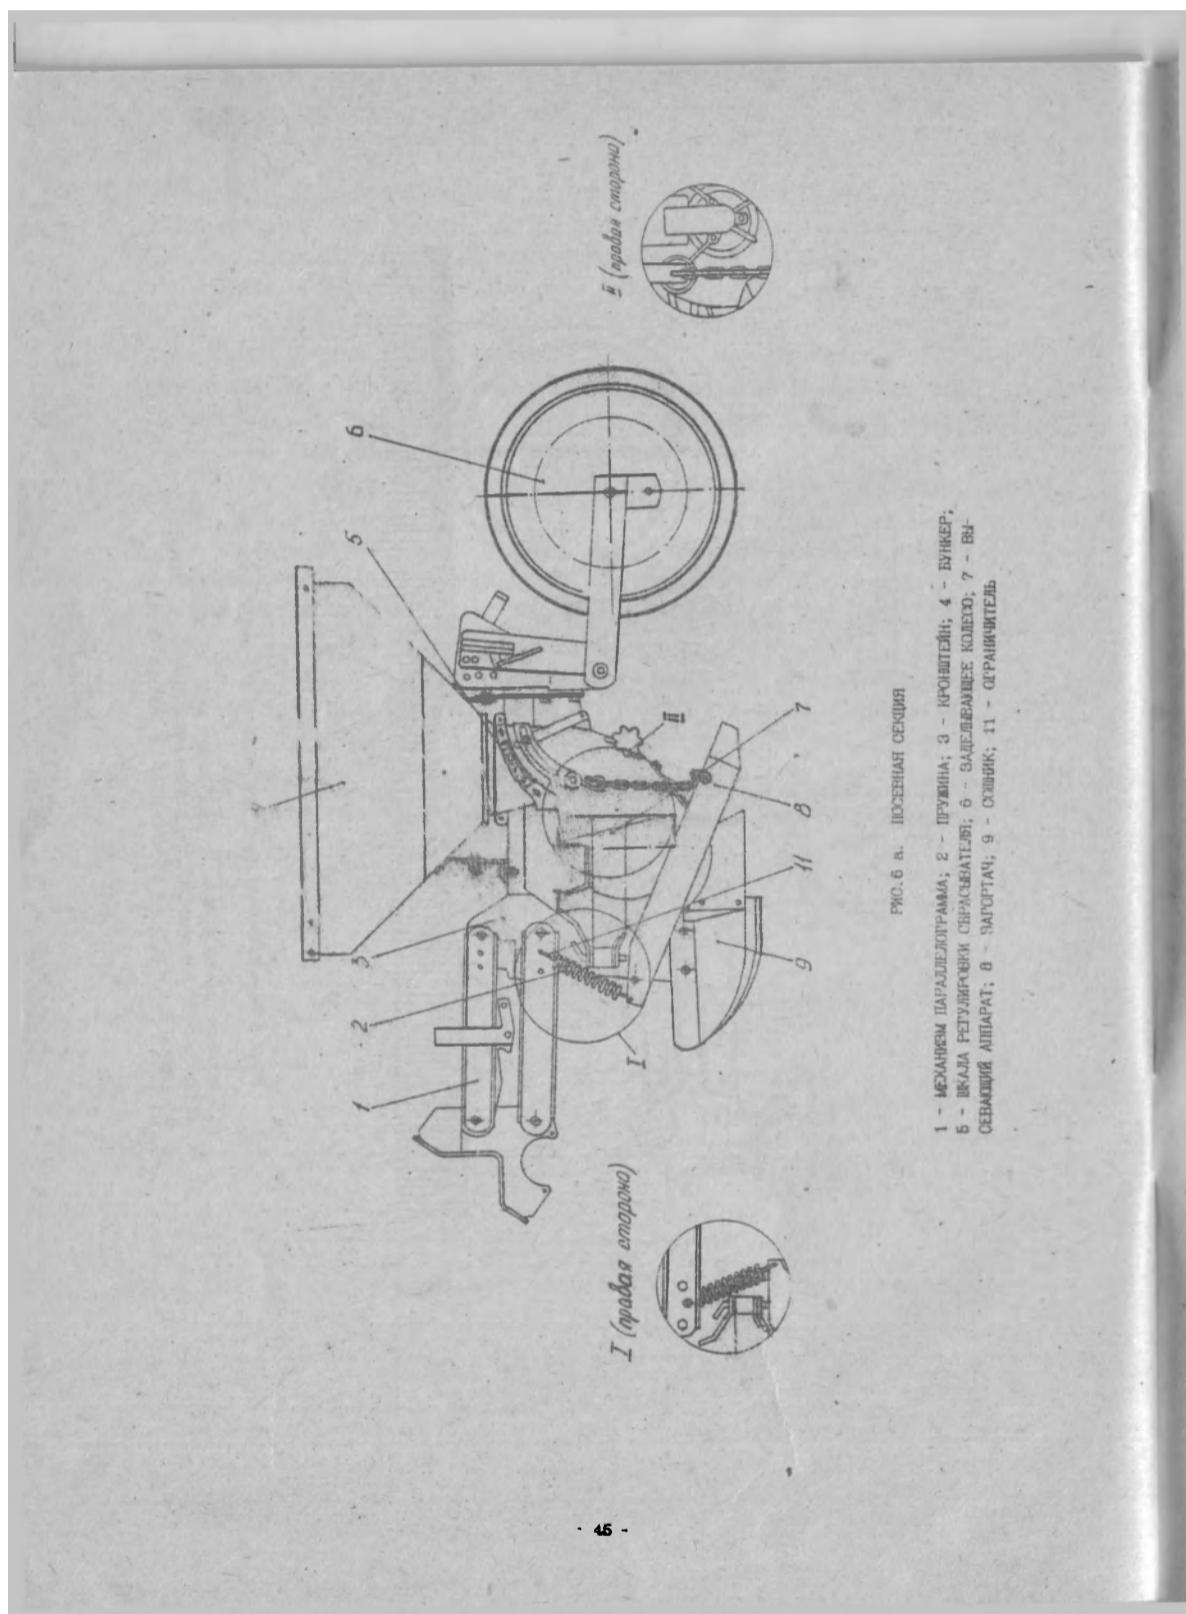

РИС. 6 А. ПОСЕВНАЯ СЕСИЯ
- проставку (кронштейн) 11 (см.рис.6), для чего открутите три гайки с контргайками и задние концы планок механизма параллелограмма 1 установите и закрепите в отверстиях втулки кронштейна 4;
- переднее опорное колесо 3 (см.рис.6);